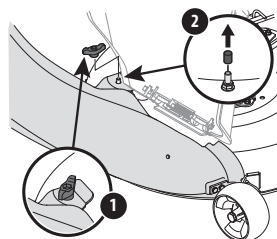

Figura 17
3. Fije bota a la plataforma con la perilla de aletas (720-04122) del paquete de herrajes 689-02364. Consulte la Figura 17.
NOTA: Si la hubiera, retire la cubierta protectora del prisionero de montaje en la plataforma de corte como se muestra en el recuadro de la Figura 17.